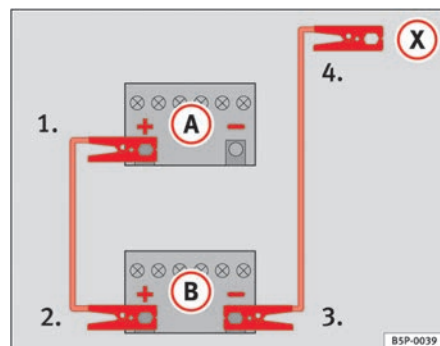

Fig. 170 Esquema de conexión de los cables de emergencia
En la ⇒ fig. 170 **A** representa a la batería sin carga y **B** a la batería con carga.
- 1. Emborne un extremo del cable de emergencia rojo al polo positivo ⇒ fig. 170 (+) del vehículo con la batería descargada ⇒ ⚠.
- 4. Emborne el otro extremo del cable negro de emergencia (X) a una pieza de metal maciza unida al bloque motor o al mismo bloque motor del vehículo con la batería descargada, lo más alejado posible de la batería ⇒ ⚠.